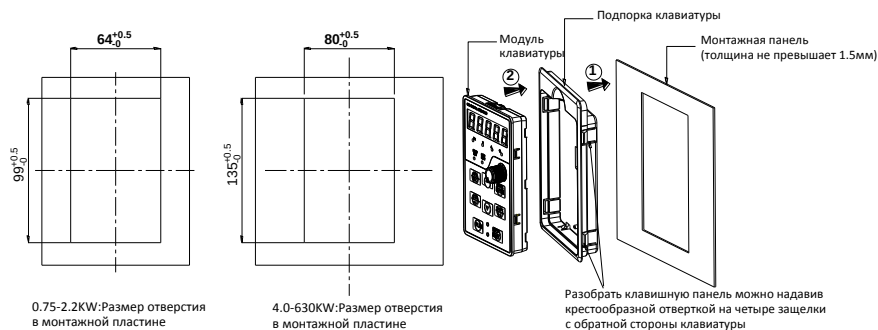

Рис. 2-11 4.0~630 кВт Схема установки внешней клавиатур
2. 4.0-630 кВт: Сделайте отверстия в монтажной пластине согласно рис. 2-11-b и положите клавиатуру на пластину клавиатуры, а затем установите ее на монтажной плате.